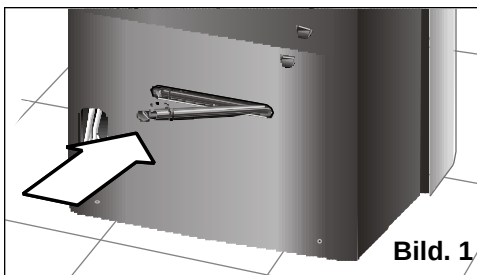

Bild. 1
- ☐ Försäkra Dig om att proppen för på dräneringsröret sitter ordentligt fast – den kan ha lossnat under transporten, **Bild 1**.
- ❑ Kontrollera att proppen, **Bild 1**, är ordentligt fästad på dräneringsroret för att undvika att vatten rinner ut och blöter ner underlaget som apparaten står på.